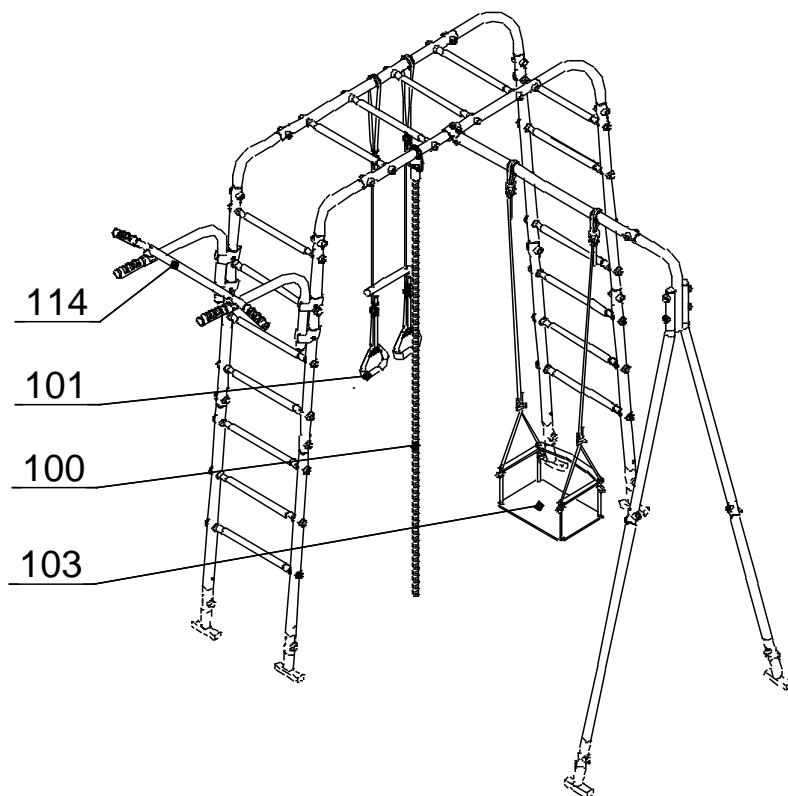

Рис.7
10.4.3. Общий вид КОМПЛЕКСА с рекомендуемым расположением навесного оборудования показан на Рис. 7.